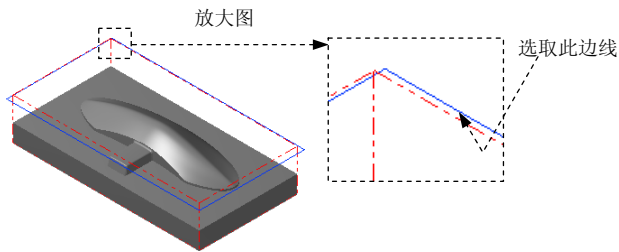

图 9.10 选取切削范围边线
(2) 设置加工边界。在 **边界范围** 区域中单击  按钮，系统弹出“串连选项”对话框。在图形区中选取图 9.10 所示的边线，单击  按钮，系统返回至“刀具路径的曲面选取”对话框。
(3) 单击  按钮，完成加工区域的设置，同时系统弹出“曲面残料粗加工”对话框。